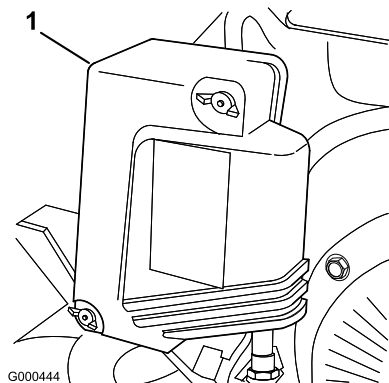

図 22
2. エア・クリーナ・カバーの蝶ナットを取り、カバーを外す。カバーを丁寧に清掃する (図 22)。